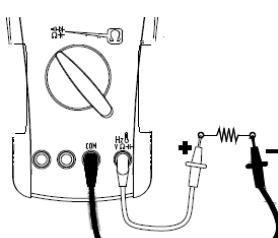

Рис.7.6
3. Функциональной клавишей **Select** выбрать требуемый режим измерения: **Ω** /  $\frac{Ω}{D-P}$  (рис. 7.6). При каждом очередном нажатии – обеспечивается циклический переход между указанными режимами.
3. Подключить измерительные провода параллельно нагрузке (см. рис. 7.6).